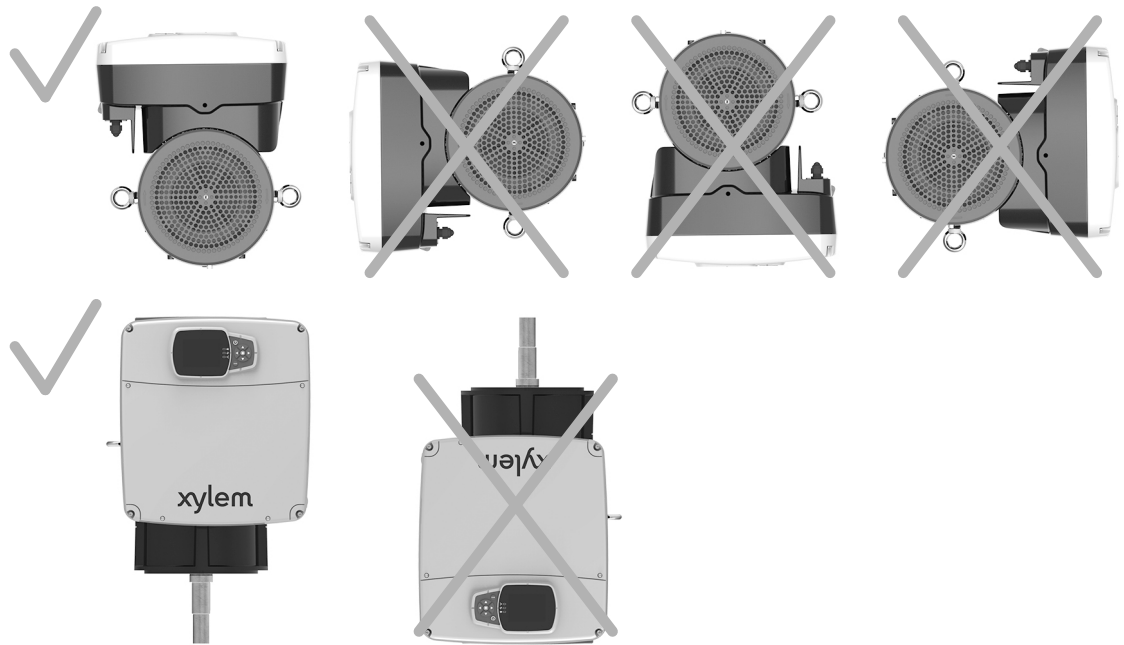

Figura 4: Posiciones permitidas
- Coloque la unidad como se muestra en la Figura 4.